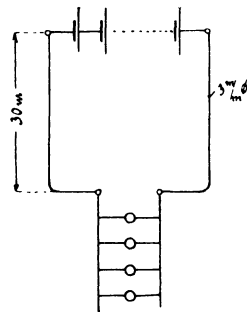

Abb. 31.
108. Eine Beleuchtungsanlage besteht aus 36 [55] (110) hintereinander geschalteten Akkumulatoren von je 2 [1,95] (2,01) V elektromotorischer Kraft und 0,002 [0,0053] (0,004) Ω innerem Widerstande und 20 [22] (100) parallel geschalteten Glühlampen von je 80 [200] (900) Ω Widerstand. Die Glühlampen sind 30 [50] (800) m von der Stromquelle entfernt und mit dieser durch zwei Kupferdrähte von je 3 [2,5] (4) mm Durchmesser verbunden (Abb. 31).